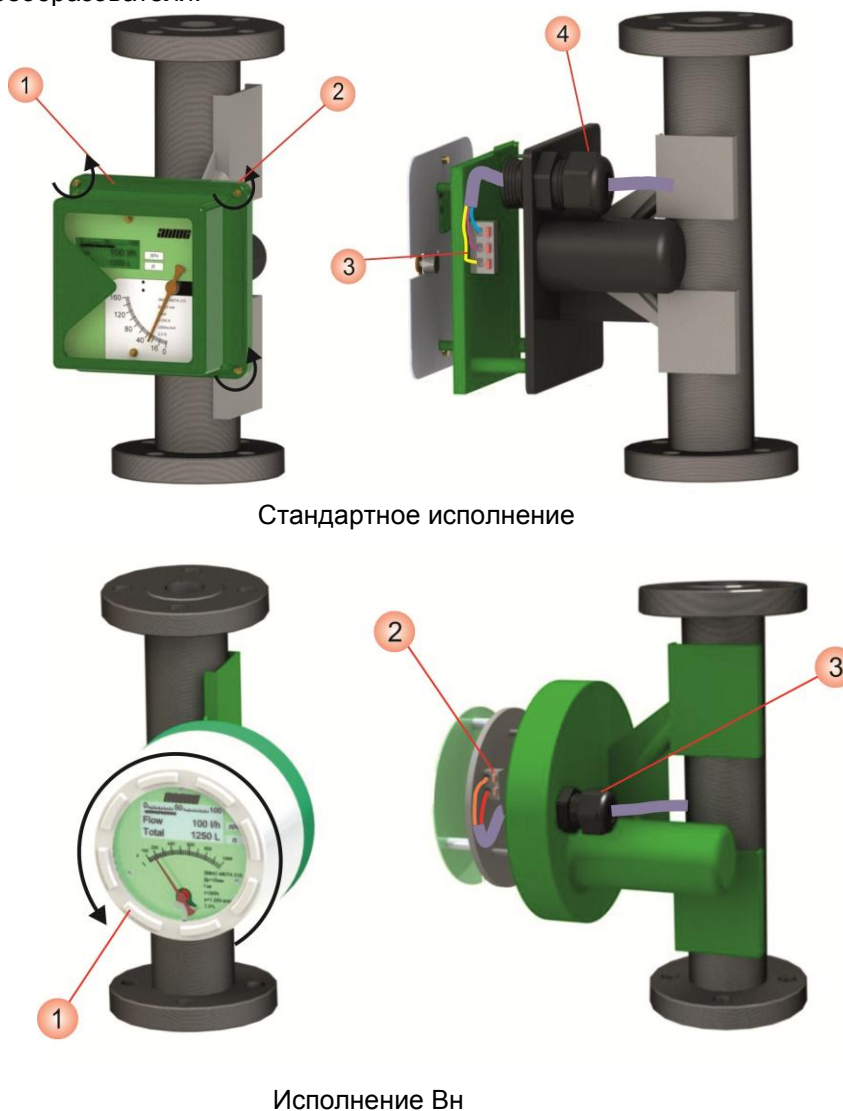

Рисунок 2.11 - Общие правила выполнения электрических подключений
2.4.1 Общие правила Выполнение электрических подключений производится в следующей последовательности (см. **рисунок 2.11**):